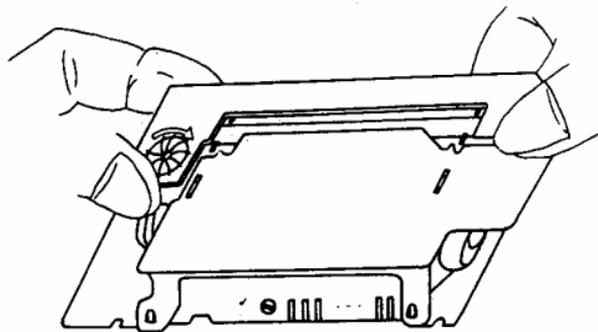

图 2-4 取下色带盒
2. 左手扶稳色带盒左端，右手拇指在上，食指在下，如图 2-4 所示。首先用右手食指抬起色带盒右端，再用左手抬起左端，色带盒即被取下。注意不要先抬左端，再抬右端，否则容易毁坏色带盒，甚至毁坏机头。